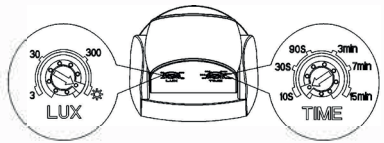

Fig.3
6. Regolare il sensore tramite i due cursori (Fig.3):
6. Adjust the sensor using the two sliders (Fig.3):